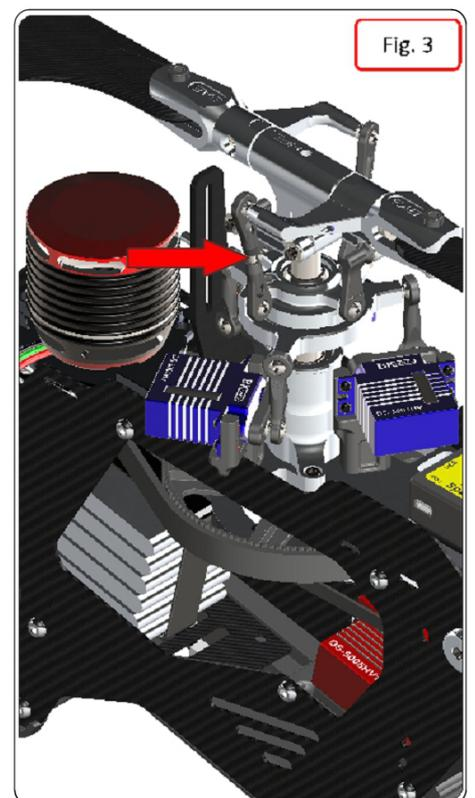

Fig. 3
- Überprüfen Sie ebenso ein weiteres Mal die Einstellung des Blattspurlaufes. Der Spurlauf kann nachjustiert werden, ohne die Kugelköpfe abzunehmen (siehe Fig. 3.).